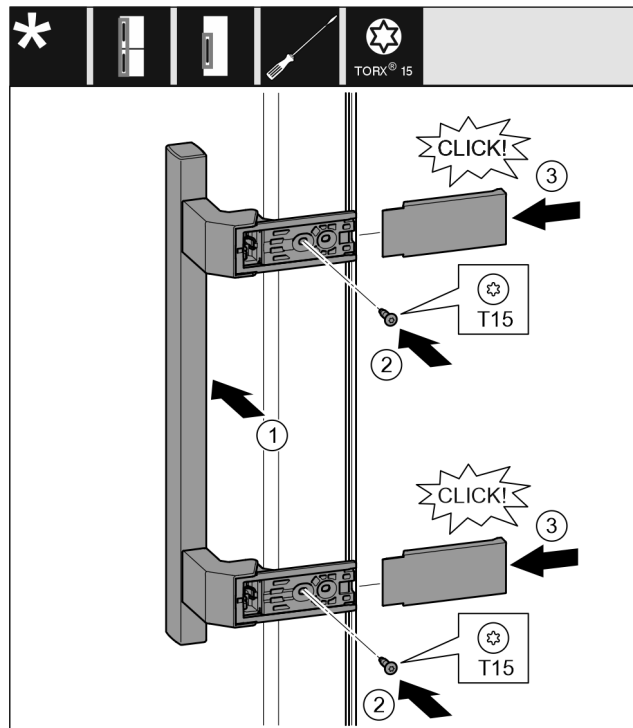

Fig. 40
- ▶ Držadlo nasadte na opačnú stranu. Fig. 40 (1)
- ▶ Skrutkovačom T15 pevne zaskrutkujte skrutky. Fig. 40 (2)
- ▶ Kryty nasadte a nasuňte z boku. Fig. 40 (3)